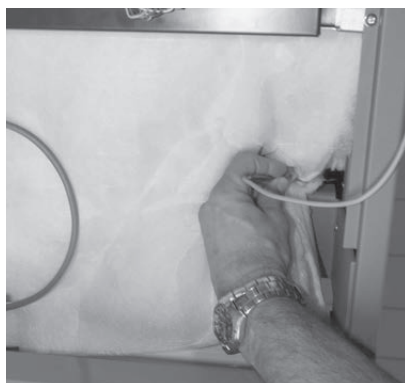
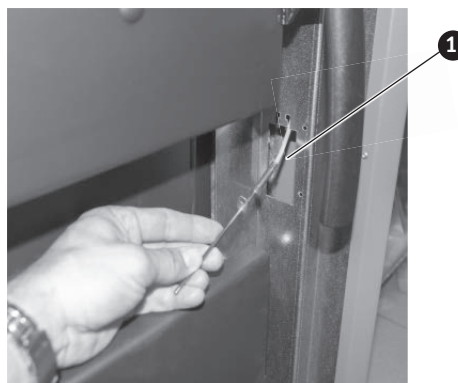

Fig. 49 Infilare la sonda Thermocontrol in alto
Fig. 50 Passare la sonda Thermocontrol
- ▶ Passare la sonda Thermocontrol (cavo verde) davanti infilandola nella parete laterale destra verso il basso – Fig. 49, Fig. 50. Dapprima piegare e rompere la prepunzonatura (passaggio) in basso nella parete laterale.